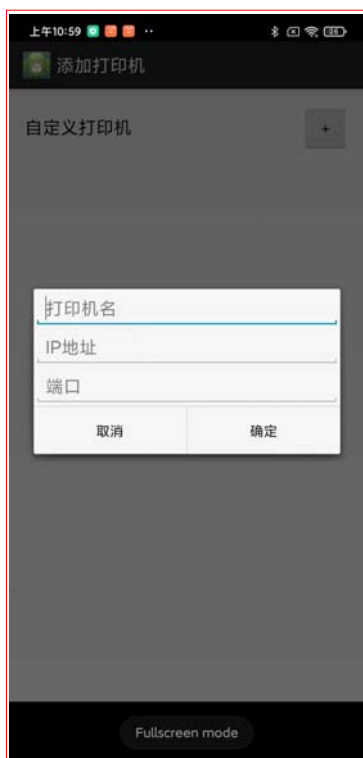
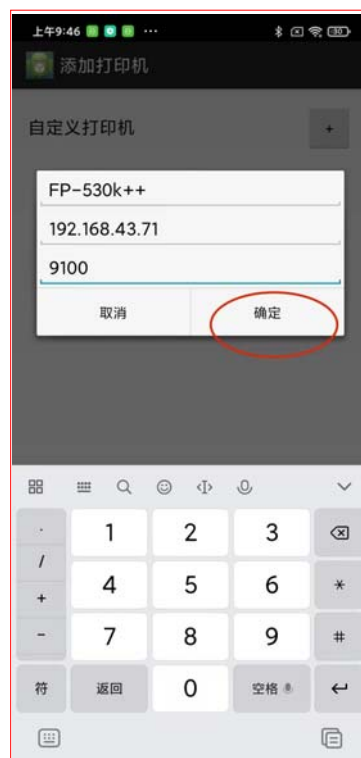

图 10
图 11
3.5 输入“打印机名”、“IP 地址”、“端口”，如图 10 所示；点击“确定”完成添加打印机，如图 11 所示。